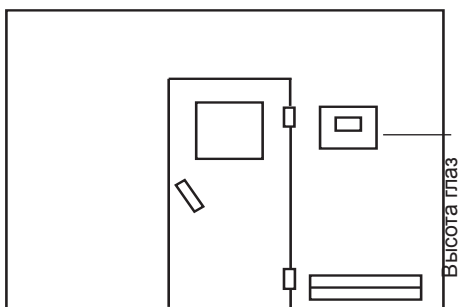

Рис. 3
1. Отверстия $\varnothing 3$ мм для входящих в объем поставки шурупов 4×20 мм размещаются соответственно указанным на рис. 3 + 3.1 размерам.